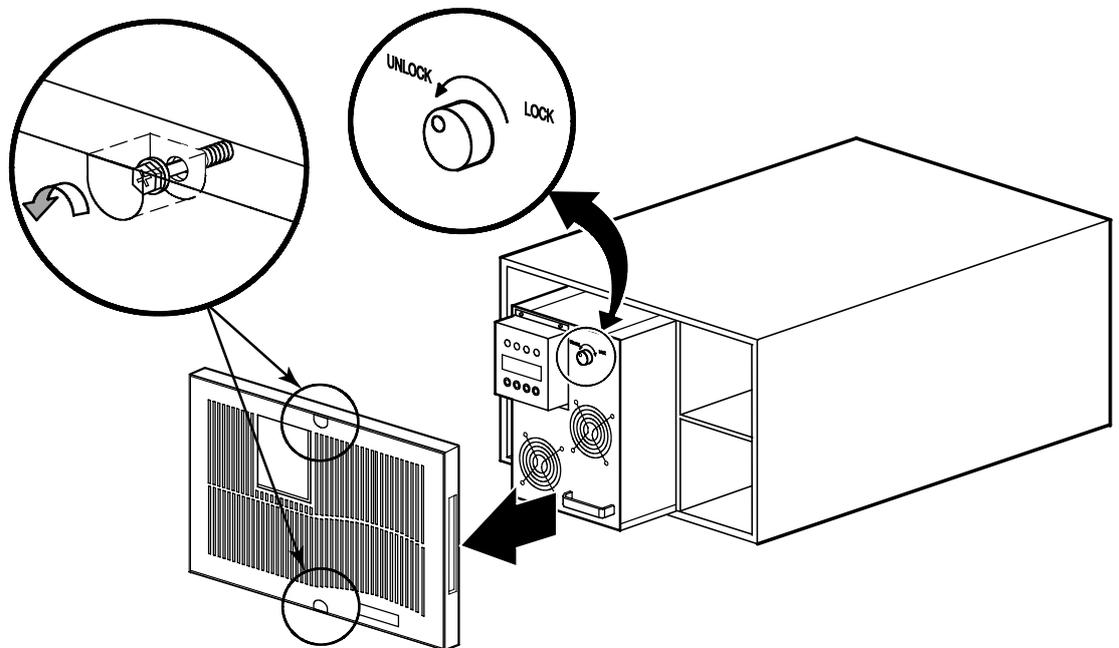

Abbildung 19. Entfernen der Frontplatte der USV und des Elektronikmoduls
9. Die Frontplatte der USV und des Elektronikmoduls entfernen und beiseite legen (siehe Abbildung 19):